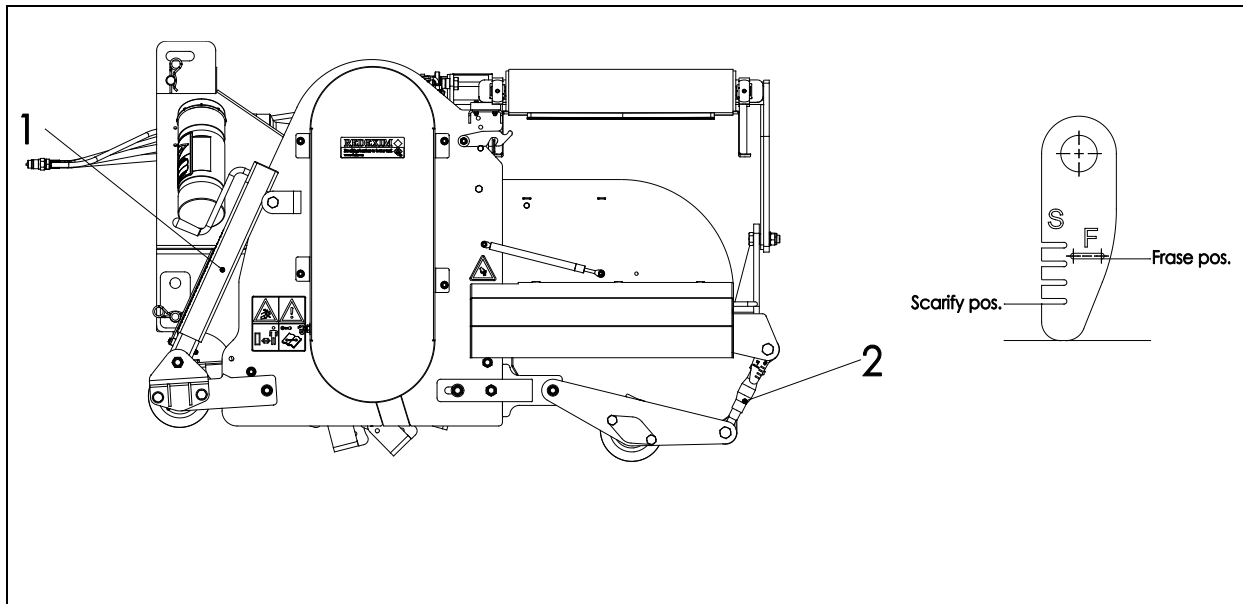

Fig.11
1. Stel de achterste spindels 2 af op de frees positie (Frase pos.), gebruik hiervoor de indicator (Zie fig.11) en blokkeer deze door de contraamoer aan te draaien.
1. Stel de achterste spindels 2 af op de verticuteer positie (Scarify pos.) , gebruik hiervoor de indicator (Zie fig.11) en blokkeer deze door de contraamoer aan te draaien.